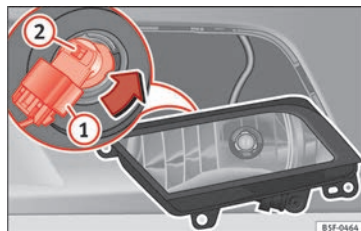

Abb. 216 Nebelscheinwerfer
- Ziehen Sie den Stecker » **Abb. 216** ① von der Lampe ab.
- Drehen Sie den Lampenträger » **Abb. 216** ② nach links und ziehen Sie.